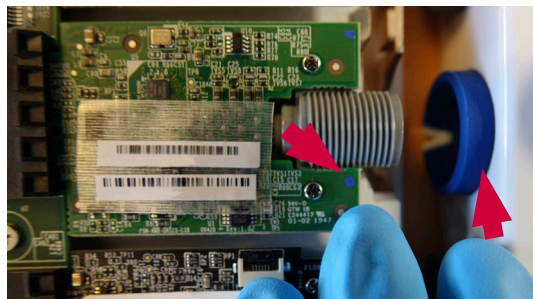

图 19 VDI 板上的颜色指示必须与色环匹配
e) 确保后壳上的色环与 VDI 板上的指示颜色相同(图 19)
重新安装后壳时, 确保 VDI 板上的彩点(图 19)与板所放置到的色环的颜色相匹配。